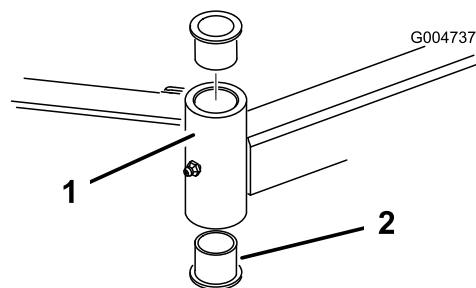

Figura 125
4. Inserite un punteruolo nella parte superiore o inferiore del tubo di fissaggio, e spingete la boccola fuori del tubo (Figura 125).